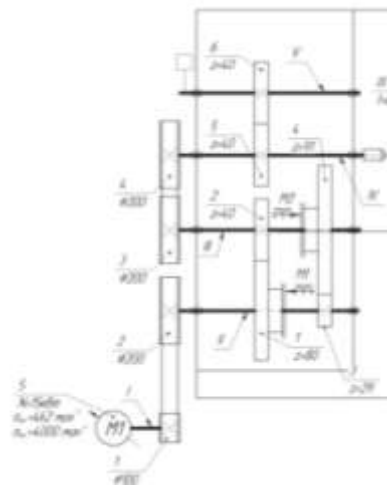

Рис. 1
5. Какой привод показан на схеме (Рис.1)?
6. Какие муфты используются в приводе (Рис.1)?
8. Какие передачи используются в приводе (Рис. 1) в качестве постоянных передач?
9. Какие передачи используются в коробке (Рис.1)?